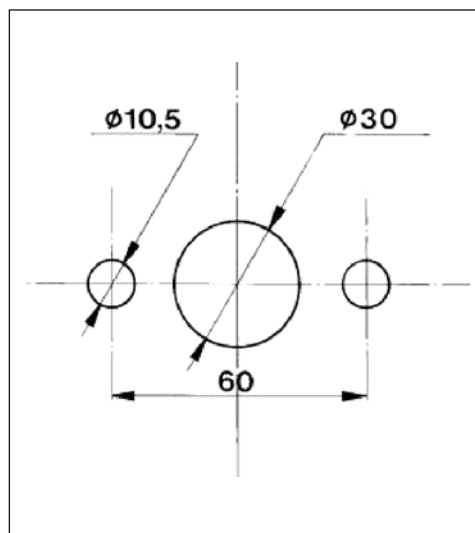

Abb.12
- Ändern der Höhe des Vorritzsägeblattes (fig. 12) ist mit der Hilfe des Griffs (4) und der Schloß-Nuß (3) möglich. Befreien Sie die Schloß-Nuß und drehen Sie den Griff (4) nach rechts um zu steigen und nach links um zu senken. Nach Ergänzen der Höhe-Anpassung, schließen Sie die Schloß-Nuß (3). Einmal drehen des Griffs entspricht einer Höhe-Anpassung des Vorritzsägeblattes von 3 mm.